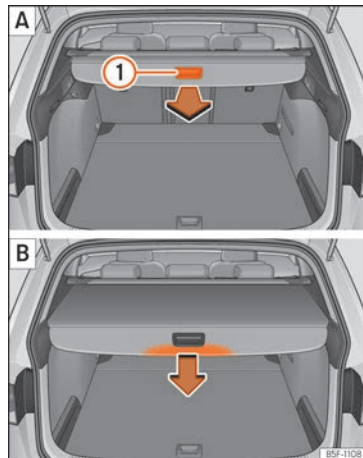

Abb. 173 Im Kofferraum: Abdeckung ausziehen und einrollen.
- Ziehen Sie gleichmäßig die Abdeckung am Handgriff »» **Abb. 173** ① **A** heraus, bis diese hörbar einrastet.
- Drücken Sie den Haltegriff der Gepäckraumabdeckung in Pfeilrichtung, bis diese entriegelt ist »» **Abb. 173** **B**.